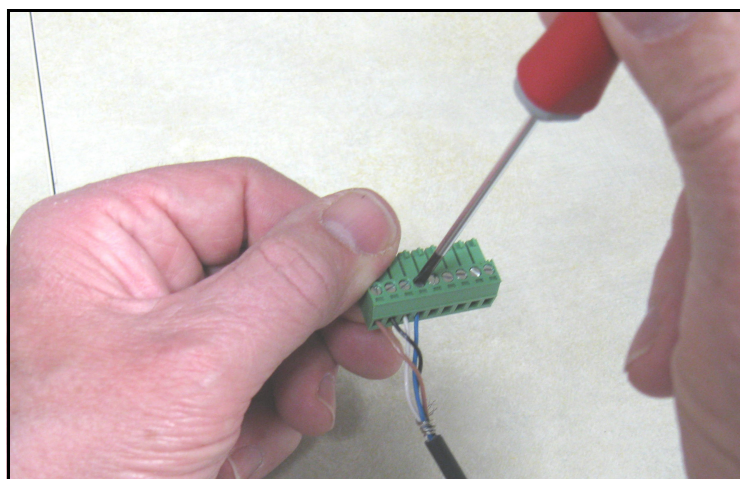
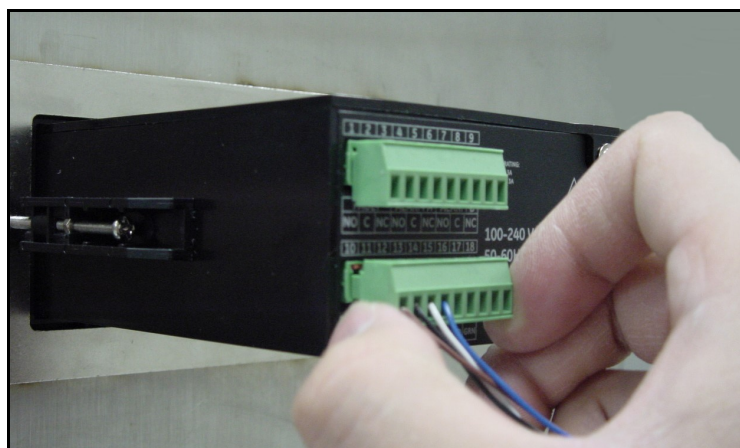

Figure 35: Raccordement du câble au connecteur
Figure 36: Réinsertion du connecteur dans le bornier
2. À l'aide des câbles volants situés à l'extrémité du câble de la sonde spéciale, raccordez la sonde au bornier inférieur (broches 10, 11, 12 et 13) à l'arrière de l'hygromètre (voir le Tableau 1, la Figure 35 et la Figure 36 page 19).